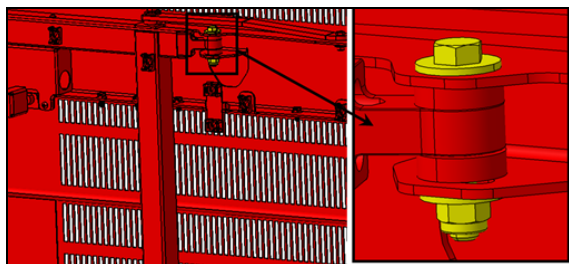

FIGURE 110:
6. Si la position longitudinale au niveau du bras supérieur est hors tolérance, vous pouvez ajuster la porte en utilisant le jeu au point d'attache entre le bras supérieur et la porte. (Figure 110:).